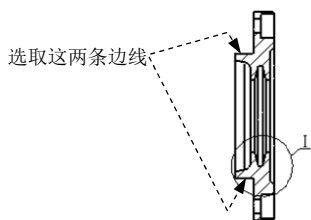
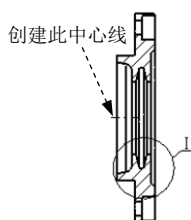

图 10.1.8 选取边线
图 10.1.9 创建中心线 (一)
(1) 选择命令。选择下拉菜单 **插入(I)** → **注解(A)** → **中心线(C)...** 命令，系统弹出“中心线”对话框。
(2) 在左视图中选取图 10.1.8 所示的两条边线，系统自动生成中心线（图 10.1.9）。